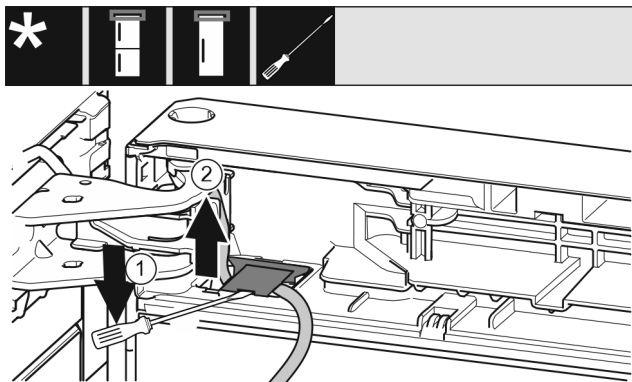

Fig. 8
- ▶ Con il cacciavite a testa a intaglio sollevare la copertura ed estrarla. Fig. 8 (1)
- ▶ Estrarre il cavo. Fig. 8 (2)